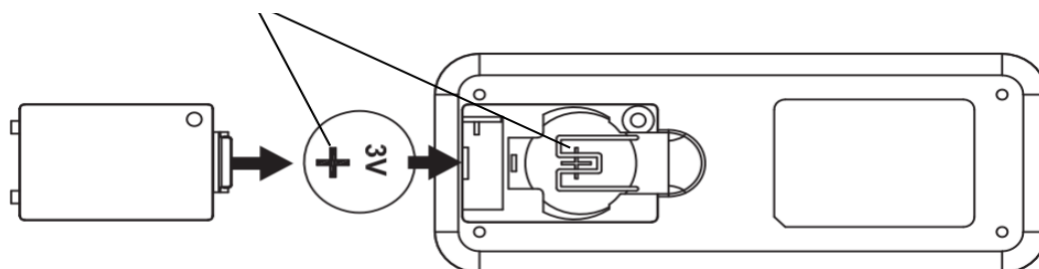

Imagen 11b
Instale una pila tipo CR2032 de 3V en el mando a distancia. Asegúrese de que la pila esté colocada en el sentido correcto de la polaridad. (imagen. 11b).
- Instale las pilas en el mando a distancia. Asegúrese de que la pila esté colocada en el sentido correcto de la polaridad. (imagen 11b)
- Instale la pila de 3 V CC en el compartimento. Asegúrese de que la pila esté colocada en el sentido correcto de la polaridad. (imagen 11b)